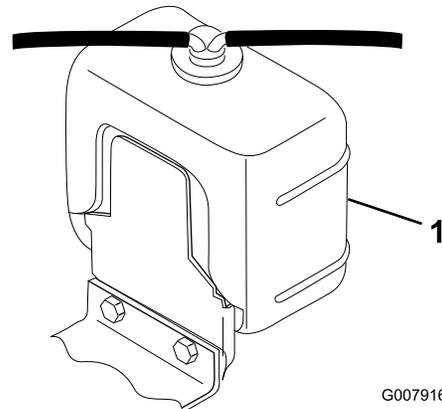

Figura 33
1. Togliete con cautela il tappo del radiatore e il tappo del serbatoio di espansione (Figura 33).
2. Controllate il livello del refrigerante nel radiatore e nel serbatoio di espansione (Figura 33).